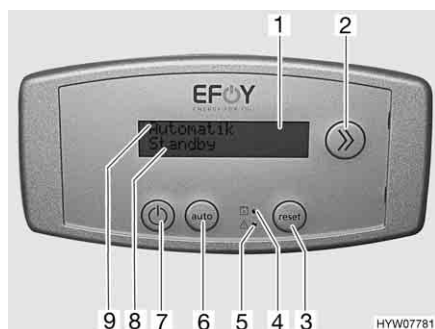

Fig. 140 Unité de commande de la pile à combustible
La pile à combustible se constitue de plusieurs composants qui sont intégrés dans le coffre arrière (Fig. 138), ainsi que d'un panneau de commande (Fig. 140) situé dans l'espace habitable.
La pile à combustible recharge automatiquement les batteries de cellule quand la tension de ces batteries chute au-dessous de 12,5 V et quand la pile à combustible est mise en marche avec la touche Marche/Arrêt (Fig. 140,7).
L'écran de l'unité de commande (Fig. 140,1) comporte deux lignes. La première ligne (Fig. 140,9) indique l'état de service de la pile à combustible.
Dans la deuxième ligne (Fig. 140,8) s'affichent des informations ou des messages d'erreur.
Utiliser la touche Info (Fig. 140,2) pour consulter les informations disponibles.
Les deux DEL de l'appareil de commande indique le changement nécessaire de la cartouche de réservoir (Fig. 140,4) et les anomalies se produisant (Fig. 140,5).
Une fois l'anomalie corrigée, remettre en marche la pile à combustible. Pour cela, appuyer sur la touche Reset (Fig. 140,3).
- Appuyer sur la touche Marche/Arrêt (Fig. 140,7).
Le mode de fonctionnement actuel est affiché sur la première ligne de l'écran (Fig. 140,9).
- Si "Marche" est affiché, le mode de fonctionnement de la pile à combustible est le mode de charge sélectionné manuellement. Appuyer sur la touche "auto" (Fig. 140,6) pour passer au mode de fonctionnement automatique.
- Si la pile à combustible n'est pas encore hors service, appuyer sur la touche Marche/Arrêt (Fig. 140,7).